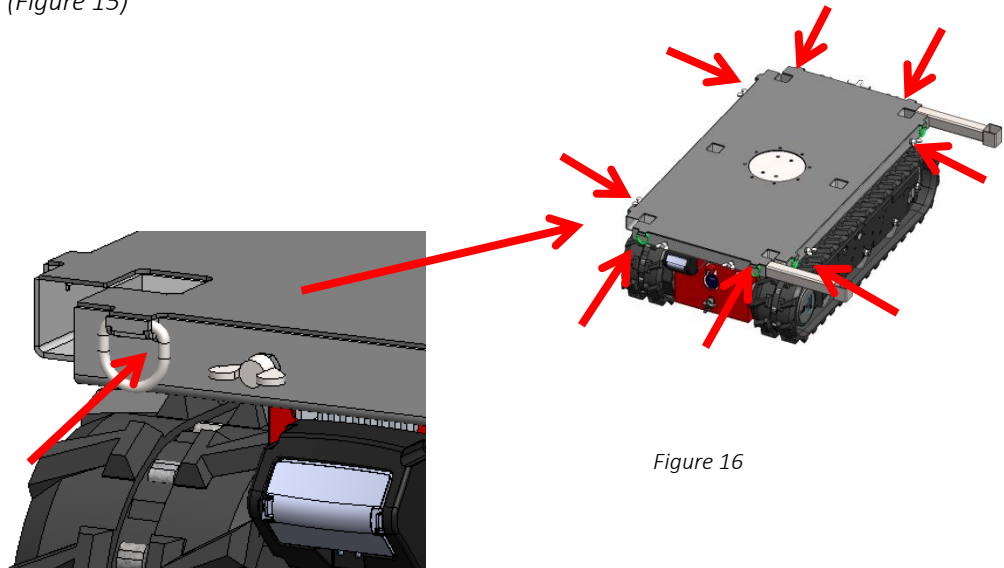

Figure 16
- Triez le levier au côté court du plateau pour faire pivoter le plateau sans fin (Figure 16).